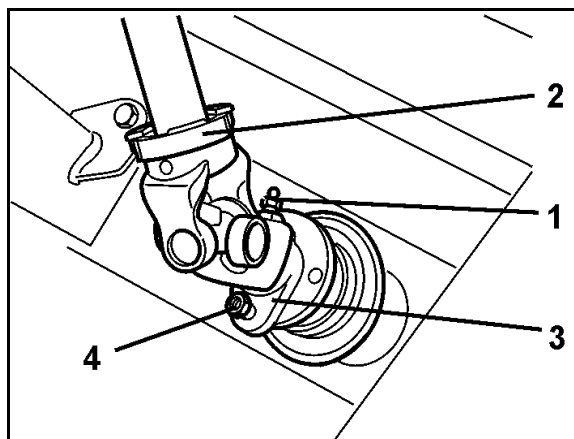

Fig. 72
1. Staccare l'ingrassatore conico (Fig. 72/1) nella forcella di collegamento (Fig. 72/2) dell'albero cardanico.
2. Rimuovere la vite di sicurezza (Fig. 72/4) tra la flangia della forcella (Fig. 72/3) dell'albero cardanico e la flangia dell'albero primario del cambio.